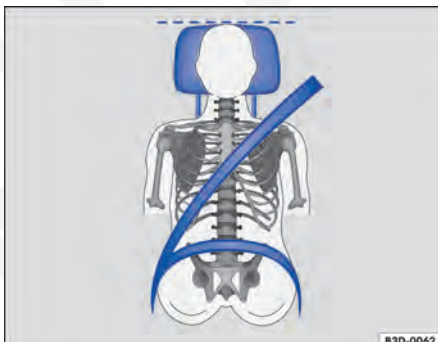

Fig. 61 Posição correta do cadarço do cinto de segurança e ajuste correto do apoio para cabeça.
- Ajustar o apoio para cabeça de modo que a sua borda superior se encontre preferencialmente na mesma linha da parte superior da cabeça – porém não abaixo da altura dos olhos. Posicionar a nuca tão próxima quanto possível do apoio para cabeça ⇒ Fig. 60 e ⇒ Fig. 61.